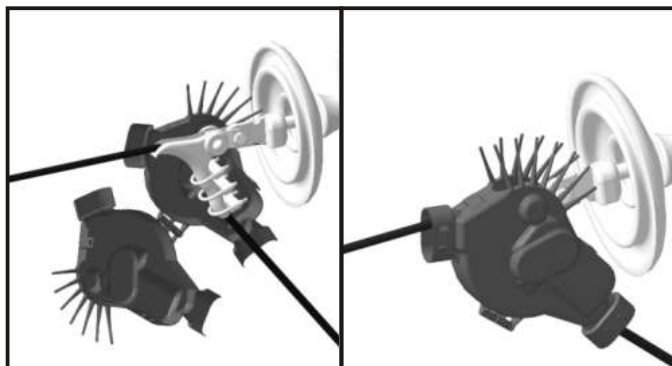

Рис. 64.
12.3.5. Раскрытую часть футляра, внутренней стороной, приложить к натяжному зажиму так, чтобы он полностью поместился в нем, а провод и сцепная арматура расположились в специальных для этого каналах, после чего закрыть футляр и защелкнуть замки-защелки (Рис. 64).